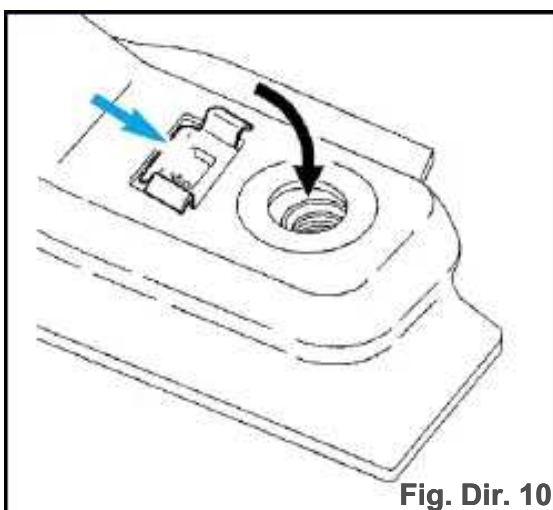

Fig. Dir. 10
- Desbloquear interruptor y el levantamiento de las tuercas de jaula (siguientes flechas) (Fig. Dir. 10).